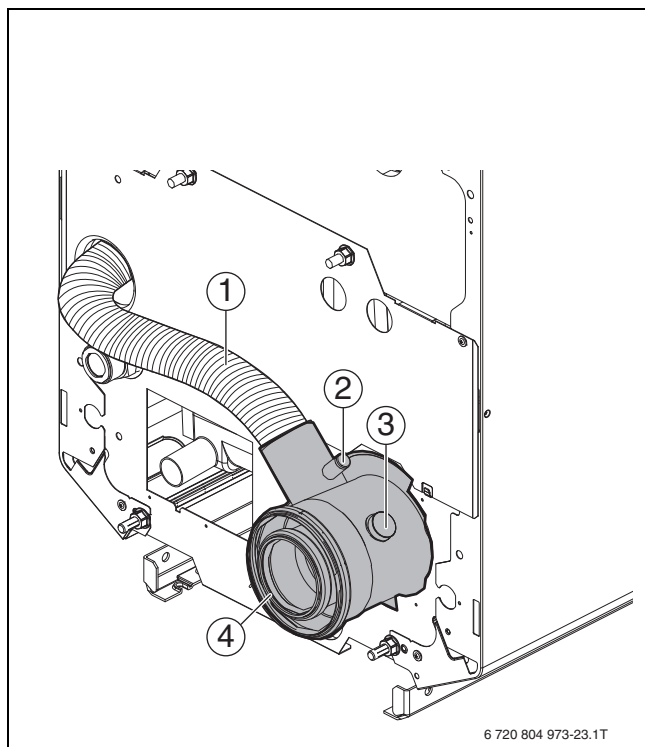

Fig. 22 Tronchetto aria e gas combusti
Le misurazioni si effettuano di norma nel tronchetto aria e gas combusti (→ fig. 22, [3]).
- Immergere la sonda di misurazione fino nel flusso centrale dei fumi (al centro del tubo, dove è massima la temperatura dei fumi) attraverso l'apertura di misurazione nel tronchetto di collegamento gas combusti (→ fig. 22, [3], pag. 19).